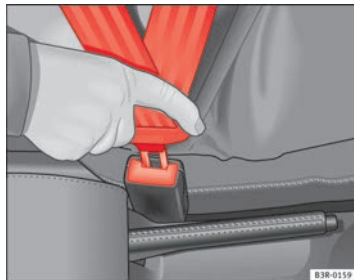

Abb. 11 Gurtschloss und Schloßzunge des Sicherheitsgurtes
- Stecken Sie die Schloßzunge in das zum Sitz gehörende Gurtschloss, bis es einrastet ⇒ **Abb. 11**.